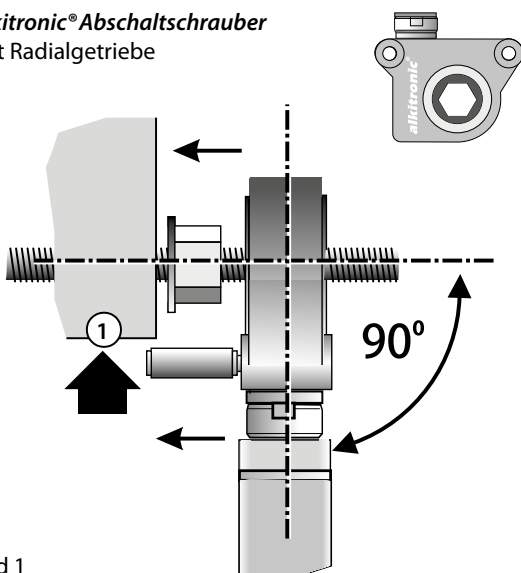

Bild 1
- Der Reaktionsmomentaufnehmer/Abstützbolzen muss an einer sicheren, stabilen Gegenhalterung (1),(2) anliegen.
- **Schrauber mit Radialgetriebe** im 90° Winkel zur Schraubachse halten (Bild 1).